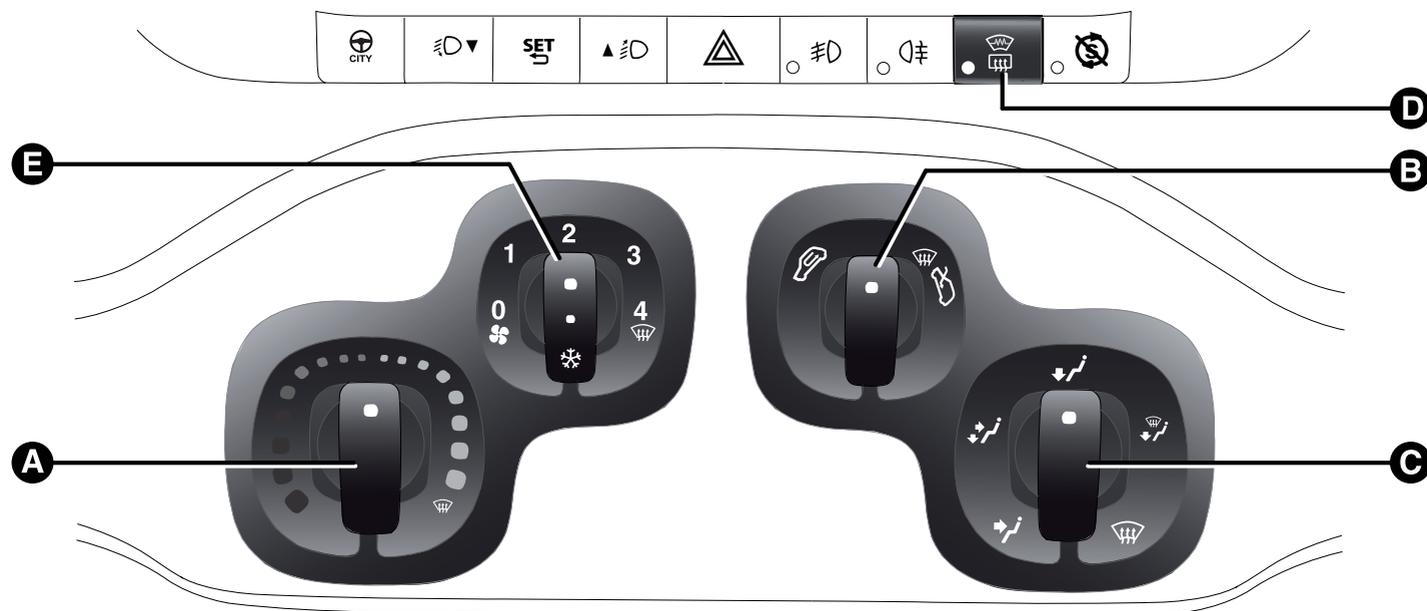

fig. 29
A Sélecteur de température de l'air (rouge-chaud/bleu-froid)fig. 29
B Sélecteur de recyclage de l'air fig. 29
C Sélecteur de répartition de l'air fig. 29
D Bouton d'activation/désactivation de lunette dégivrante, rétroviseurs chauffants/pare-brise chauffant (pour les versions/marchés qui le prévoient)fig. 29.
E Sélecteur de vitesse du ventilateur et activation/désactivation du climatiseur fig. 29 (pour les versions/marchés qui le prévoient). En appuyant sur ce sélecteur, on active le climatiseur et l'allumage simultané de la DEL située sur le sélecteur ; cette opération permet de refroidir plus rapidement l'habitacle. .
- tourner le sélecteur A fig. 29 sur le secteur bleu ;
- tourner le sélecteur A fig. 29 vers la droite pour augmenter la température ;
- tourner le sélecteur A fig. 29 sur le secteur rouge ;